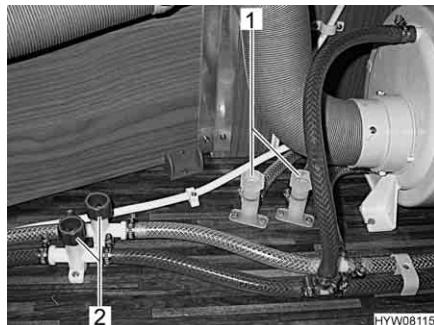

Fig. 100 Rubinetti di scarico per scaldaacqua
- Aprire i rubinetti di scarico dello scaldaacqua. A tal fine ruotare i coperchi (Fig. 100,1 e 2) in senso antiorario.